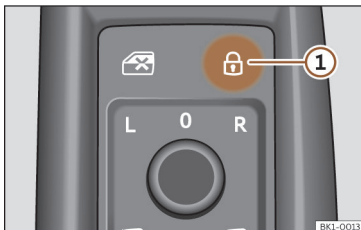

Abb. 63 An der Fahrertür: Zentralverriegelungstaster
- Verriegeln: drücken Sie die Taste  »» **Abb. 63.**
- **Entriegeln:** Drücken Sie noch einmal die Taste  »» **Abb. 63.**